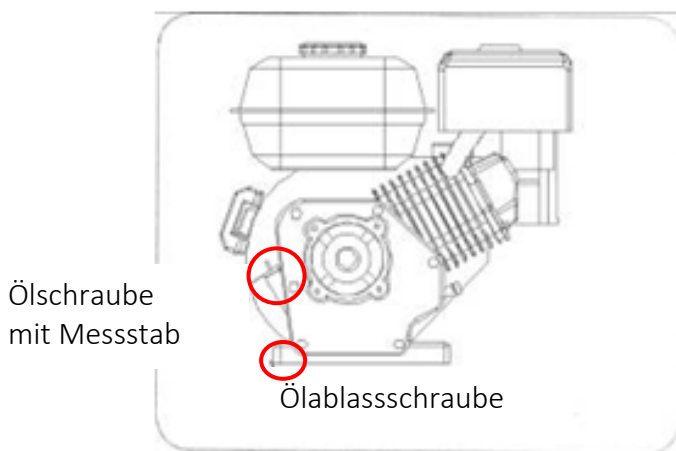

Abb. 28
2. Schrauben Sie die Ölschraube mit dem Ölstab heraus und wischen Sie den Ölstab ab. Siehe Abbildung 28.
1. Suchen Sie die Ölablassschraube, siehe Abbildung 28.
3. Reinigen Sie den Bereich um die Ölablassschraube, siehe Abbildung 28.